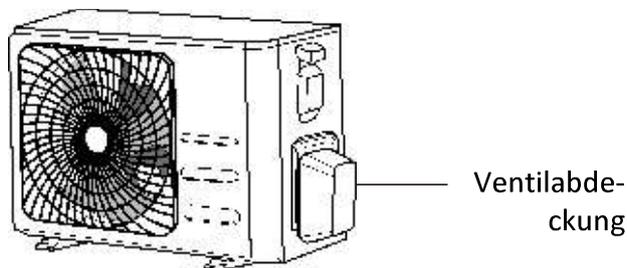

Abb. 5.9
1. Schrauben Sie die Abdeckung vom Stopfbuchsenventil an der Seite des Außengeräts ab. (Siehe **Abb. 5.9**)